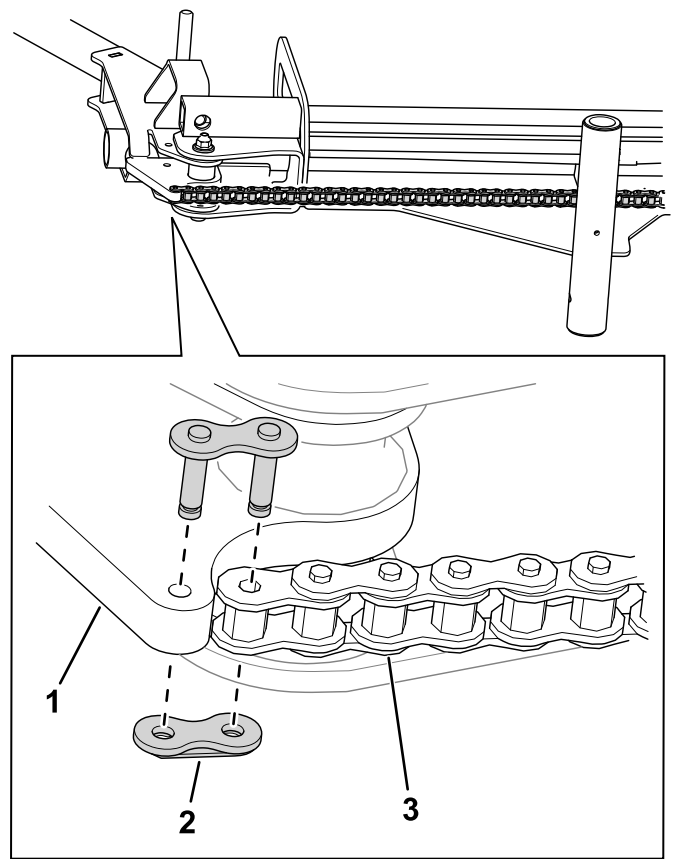

**Figura 6**
8. Utilice una tuerca con arandela prensada (5/16"), 2 arandelas y un perno de cuello largo para fijar el conjunto de la rampa al conjunto del raíl (Figura 6).